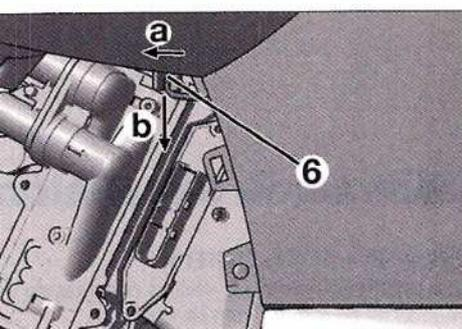

FIG. 19
Girar un cuarto de vuelta (A) la sonda (6) y extraerla según (b) (Fig.19).